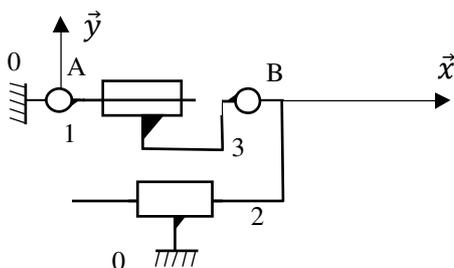

Figure 5 : Vérin sur pivot
- 12) Ecrire la forme des torseurs transmissibles des liaisons pivots, pivot-glissant et glissière du schéma cinématique de la Figure 5 et, dans un deuxième temps, simplifier ce torseurs du fait de la symétrie plane (A, x, y) .